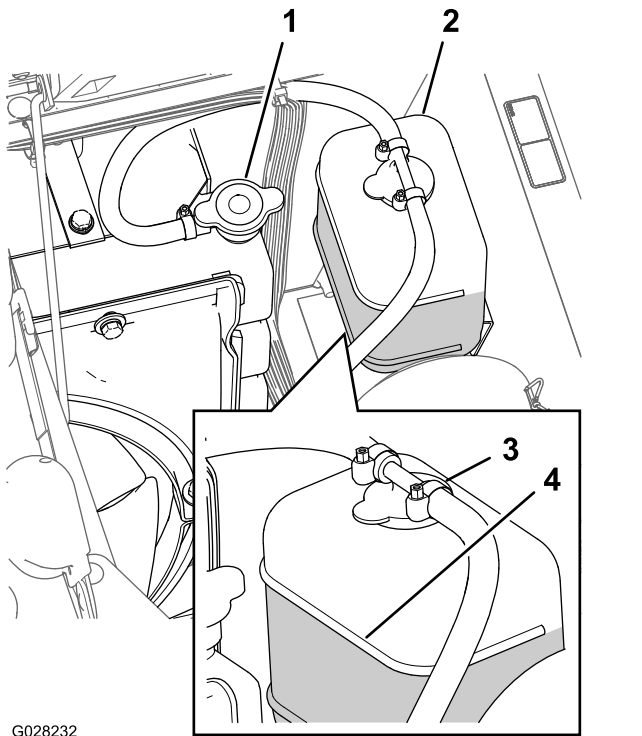

Figura 103
3. Retire cuidadosamente a tampa do radiador e a tampa do depósito de expansão (Figura 103).
**Nota:** O radiador deverá encontrar-se cheio de líquido até ao cimo do tubo de enchimento e o nível de líquido no depósito de expansão deverá atingir a marca Cheio no depósito (Figura 103).
5. Se o nível do líquido de arrefecimento for baixo, retire a tampa do depósito de expansão e o tampão do radiador, encha o depósito de expansão até à marca Cheio e o radiador até ao cimo do tubo de enchimento (Figura 103).
6. Volte a colocar as tampas no radiador e no depósito de expansão (Figura 103).
2. Aguarde até o motor estar frio e depois retire o tampão do radiador (Figura 103).
6. Retire o tampão do radiador (Figura 103).
8. Ligue o motor com a tampa sem aperto no radiador (Figura 103).
10. Assim que o líquido de arrefecimento tiver aquecido, encha o nível do líquido até à superfície de vedação e aperte o tampão (Figura 103).
11. Abra a tampa do depósito de expansão e encha o depósito com líquido de arrefecimento até ao nível Frio (Figura 103).